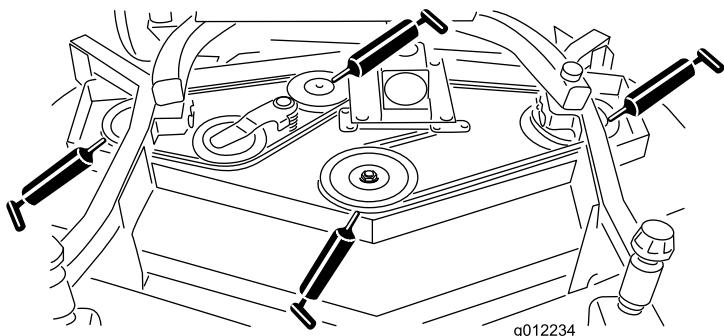

Bild 20
- Spindelwellenlager (3) (unter der Riemscheibe) (Bild 20)
- Lager der Spannarmwelle (Bild 20)